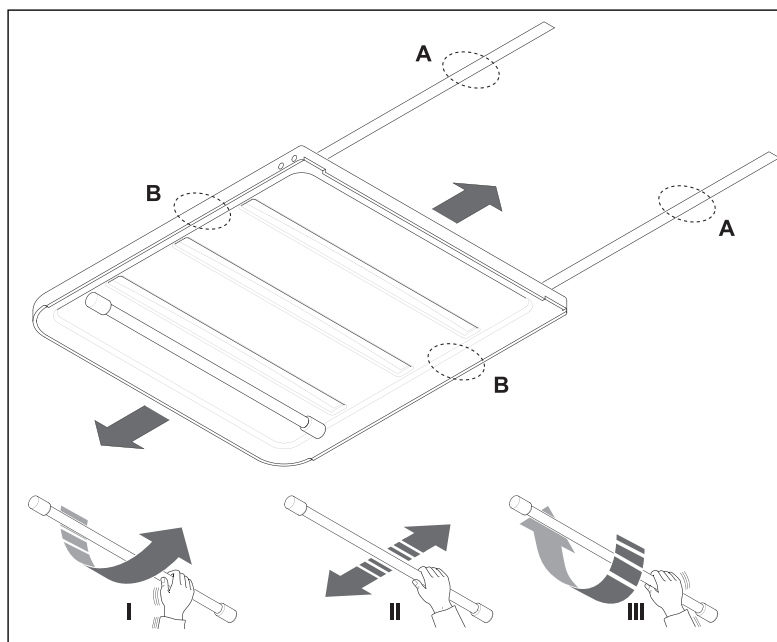
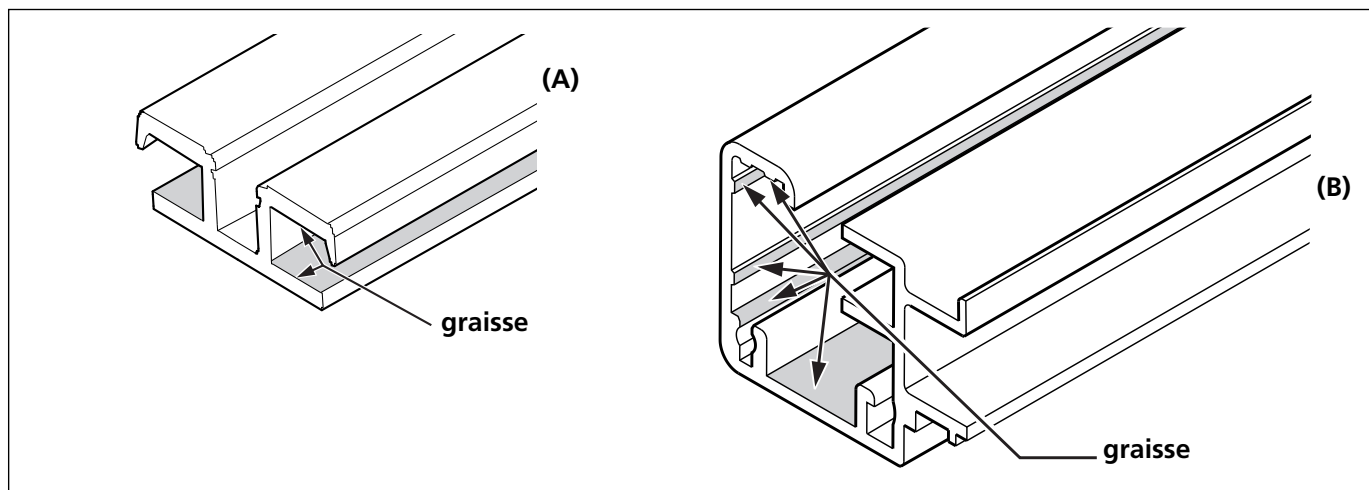

Fig. 1
Fig. 2
Pour déverrouiller le mécanisme de basculement et de coulissement du toit (I), tournez la tige, voir Fig. 1.
Appliquez une fine couche de graisse (Isoflex® Topas L32) sur les faces intérieures des rails (A) et des voies de coulissement (B) pour permettre un fonctionnement en douceur. Voir Fig. 1 et Fig. 2.
Voir Fig. 1 et Fig. 2 ainsi que paragraphe "ENTRETIEN".